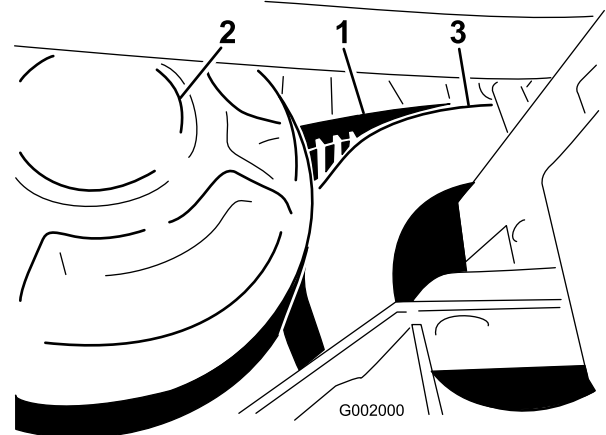

Figura 66
1. Haga girar la correa y llévela sobre el embrague secundario (Figura 66).